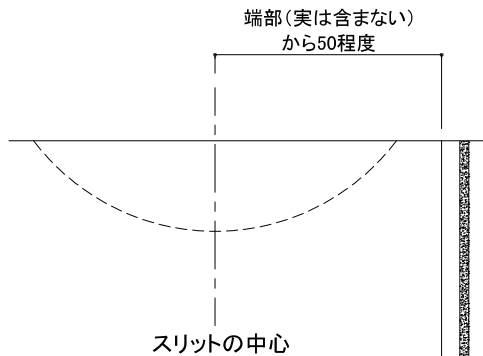

図10 端部のスリット加工位置(立面図)
- 端部のスリット加工の中心はモエン端部から50mm程度の位置としてください。(図10、11)